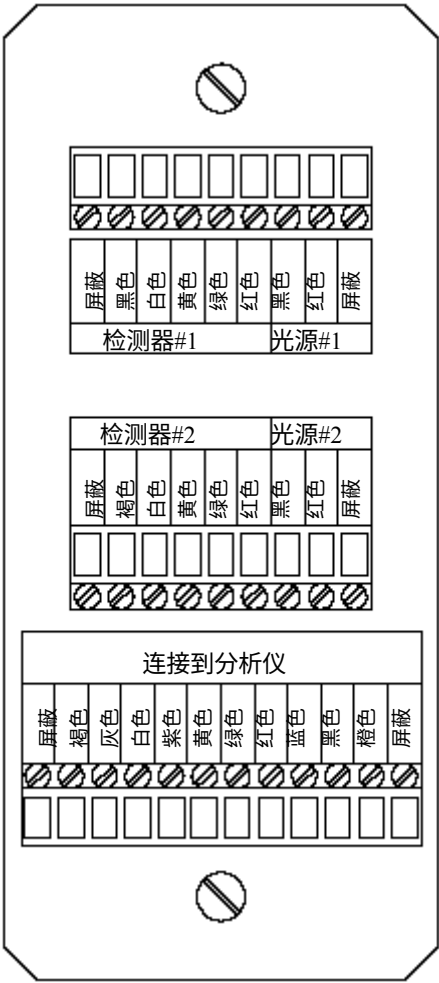

图 4-3 油度传感器接线端排列
3. 参考图 4-3 连接新的光源或者检测器的电线到传感器的接线端子上，颜色相匹配。